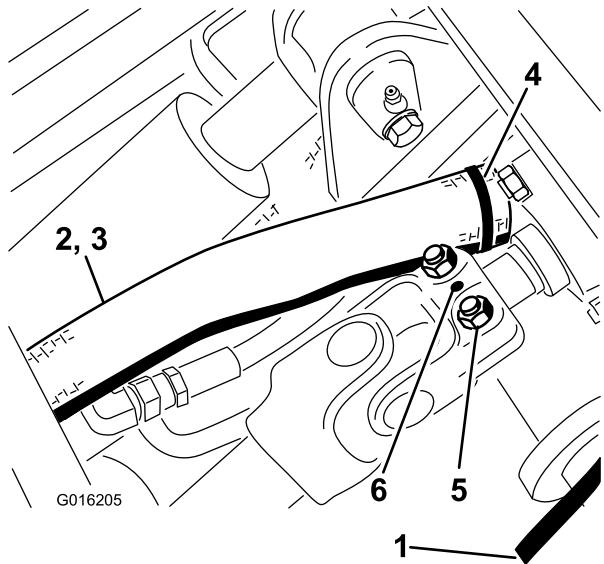

Figure 47
10. Posez la goupille cylindrique (Figure 47).